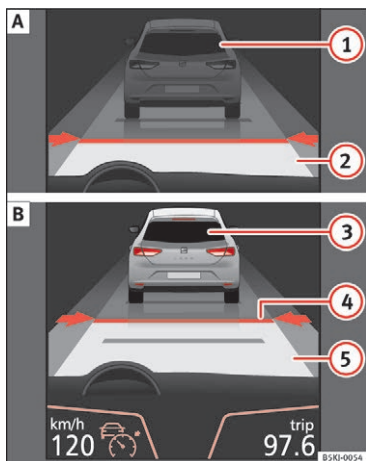
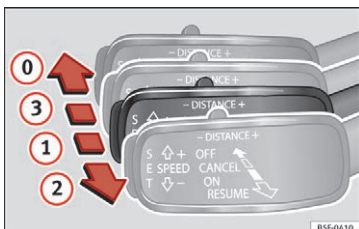
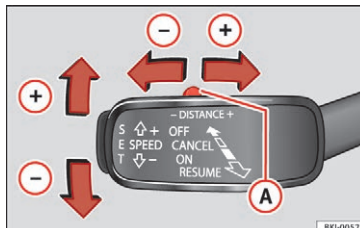

Fig. 163 I kombiinstrumentets display: (A) ACC inaktiv (standby). (B) ACC aktiv
Fig. 165 På venstre side af ratstammen: tredje betjeningsarm til betjening af automatisk afstandsregulering
Fig. 166 På venstre side af ratstammen: tredje betjeningsarm til betjening af automatisk afstandsregulering
Visningsfelter i displayet »» Fig. 163:
Når den automatiske afstandsregulering (ACC) er aktiveret, lyser den grønne kontrol-lampe (☺) i instrumentpanelet, og i displayet vises den programmerede hastighed og den automatiske afstandsregulerings status »» **Fig. 163**.
Under kørslen kan du indstille bilens aktuelle hastighed som kørehastighed, hvis du ønsker det, og aktivere ACC. Tryk på knappen **SET** »» **Fig. 166**. Hvis du ønsker at øge eller reducere hastigheden i trin a 1 km/h (0,6 mph), skal du flytte betjeningsarmen til position 2 »» **Fig. 165** eller trykke på knappen **SET**.
Den programmerede hastighed kan ændres under kørsel, eller når bilen holder stille, hvis du ønsker det. Enhver ændring af den gemte hastighed bliver vist nederst til venstre i kombi-instrumentets display »» **Fig. 163**.
For at øge eller reducere afstands niveauet skal du trykke vippekontakten mod højre/venstre »» **Fig. 166 A**.
- Tryk på knappen **SET**, eller placer den tredje betjeningsarm i position **2** » **Fig. 165** for at aktivere ACC. I det øjeblik skifter ACC-visningen i kombiinstrumentets display fra den *inaktive* (standby) modus til den *aktive* » **Fig. 163** modus.
For at deaktivere ACC skal du flytte betjeningsarmen til position **0** » **Fig. 165** (den skal gå i hak). I det øjeblik vises teksten **ACC deaktiveret (ACC deaktiveret)**, og funktionen er fuldstændig deaktiveret.
ningsarm i position **3** » **Fig. 165** eller træde på bremspedalen.